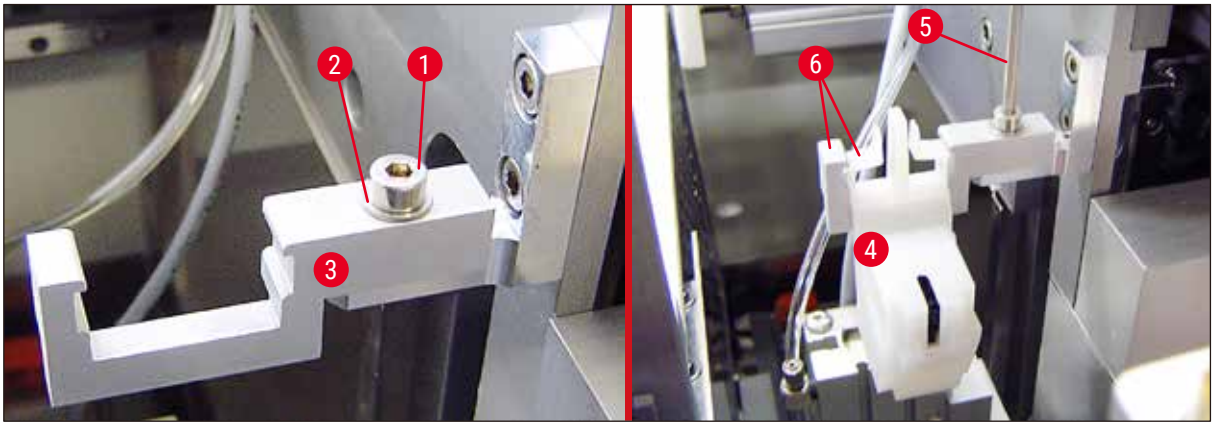

図 22
4. 組み立てたディスペンサーニードルクリーナー (→ 図 22-4) を、(→ 図 22) のようにホルダーに取り付けます。その際、2 個のサイド固定クリップ (→ 図 22-6) がホルダーの溝にはまってカチッと音がするように押し下げてください。